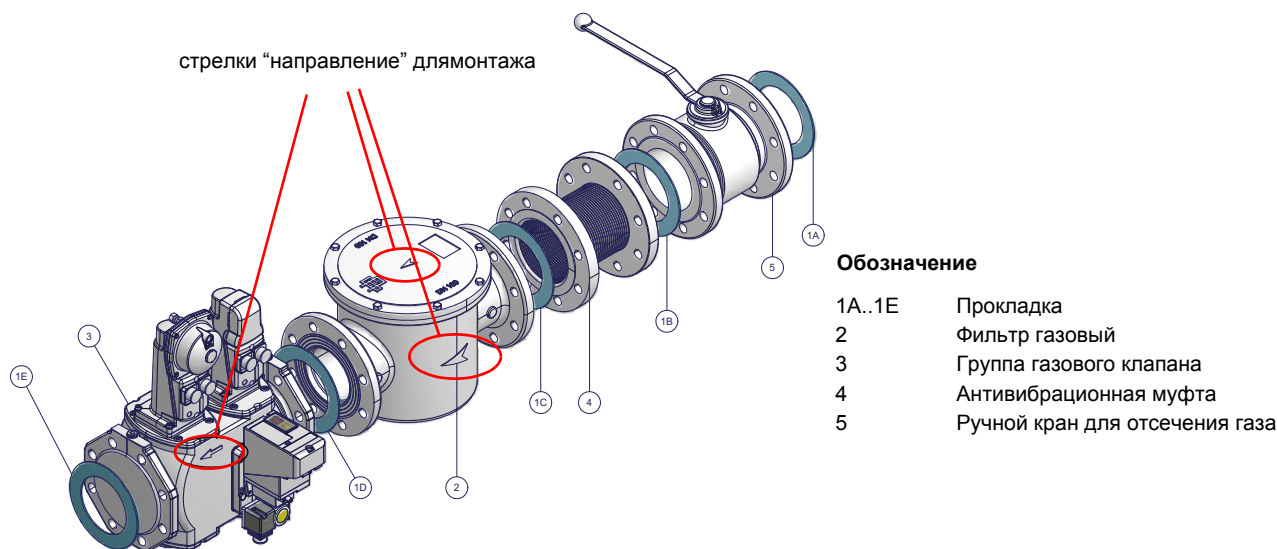

Рис. 4 - Пример газовой ramпы
- 1 - б) при фланцевых соединениях: между соседними компонентами устанавливать прокладку (1A..1E - Рис. 4), совместимую с используемым газом,
ВНИМАНИЕ: после монтажа газовой ramпы согласно схеме на Рис. 4, необходимо провести тестирование на герметичность газового контура, согласно требований действующих нормативов.
ВНИМАНИЕ: после монтажа газовой рампы согласно схеме на Рис. 4, необходимо провести тестирование на герметичность газового контура, согласно требований действующих нормативов.